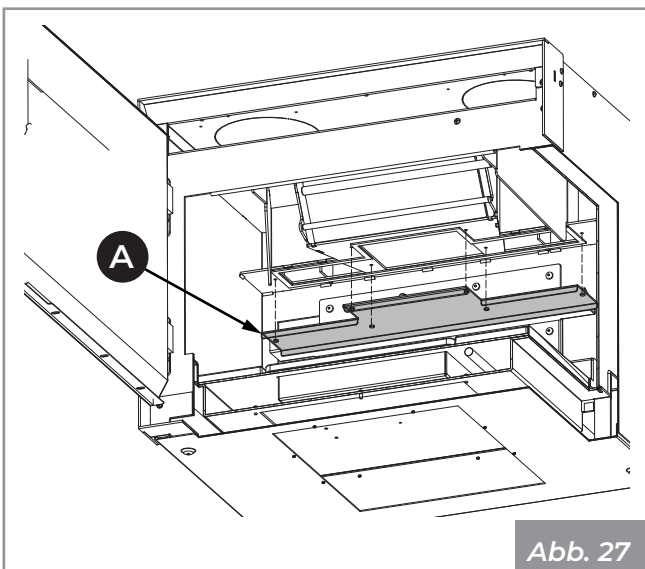

Abb. 27
Die Kappe des Rauchgassammlers entfernen (A) (Abb. 27).